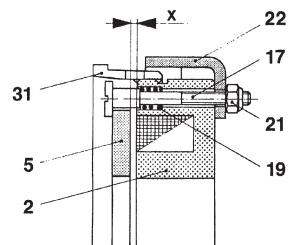

Fig. 2
La quota di regolazione (traferro tra àncora (5) e magnete (2)) è da rilevare nella tabella 1 e fig. 2. La misurazione della quota di regolazione viene effettuata attraverso i 3 fori di controllo che si trovano sulla periferia esterna del carter (31). I fori sono chiusi con dei tappi in plastica.